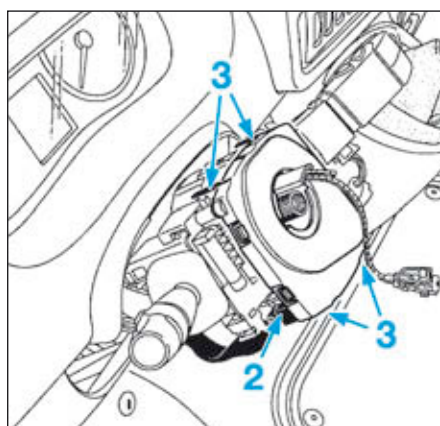

FIG.4
- Débrancher le connecteur électrique (2) puis déposer le contacteur tournant en agissant sur les clips (3) (Fig.4).